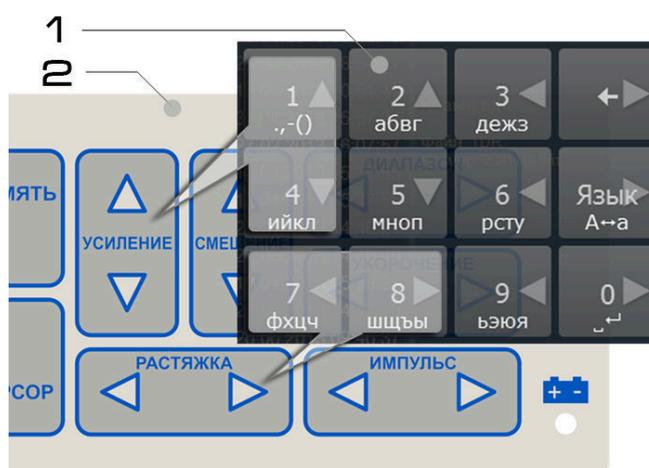

Рис. 43. Иллюстрация соответствия кнопок виртуальной (1) и физической клавиатуры (2)
6. **Виртуальная клавиатура**, клавиши которой соответствуют определённым кнопкам физической клавиатуры на лицевой панели прибора (рис. 43).
2. Определите кнопку на физической клавиатуре, для чего сопоставьте положение выбранной кнопки виртуальной клавиатуры с соответствующей кнопкой физической клавиатуры (рис. 43).